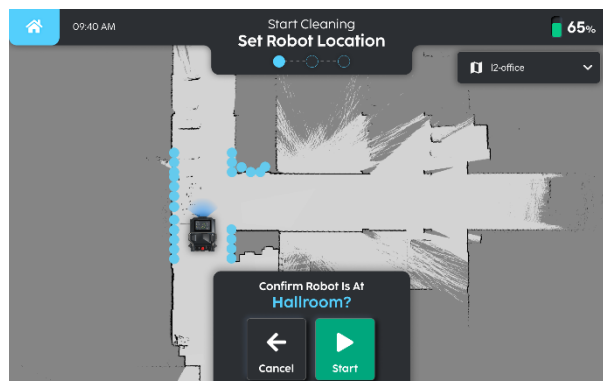

Fig. 3
2. Déterminez l'emplacement du robot sur la carte et sélectionnez « START (DÉMARRER) » (Fig 3).